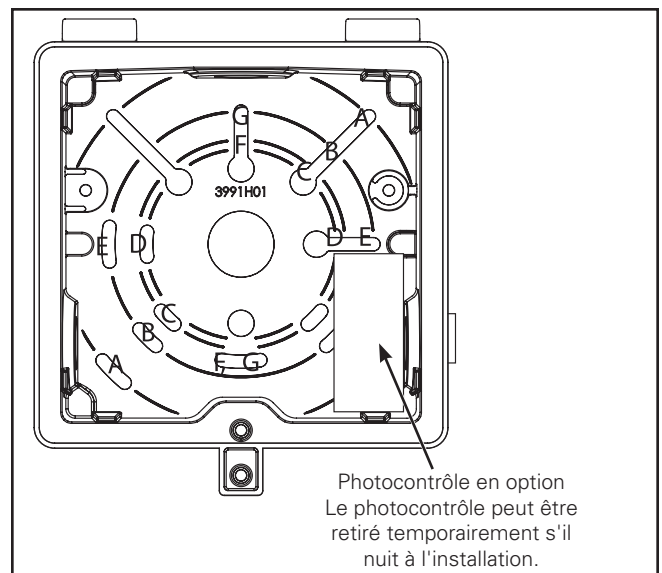

Figure 1.
1. Dévissez le couvercle avec un tournevis cruciforme. Retirez le couvercle du boîtier arrière. Vérifiez la taille de la boîte de jonction avant de retirer le produit d'étanchéité pour l'installation (Figure 1). Ne retirez que le produit d'étanchéité nécessaire à l'installation. Installez le boîtier arrière à la boîte de jonction à l'aide du matériel fourni ou des fentes. Utilisez n'importe quel pairage de boîte de jonction pour les fentes (Exemple: D-D). Le matériel requis pour l'assemblage avec les fentes n'est pas fourni.